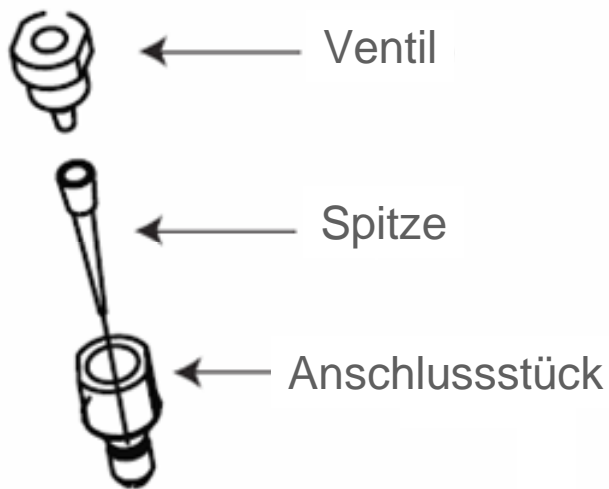

Abbildung 25: Der Injektorspitzenaufbau
2. Drehen sie das Spitzenanschlussstück entgegen dem Uhrzeigersinn, um es vom Schlauch zu lösen (Abb. 25).